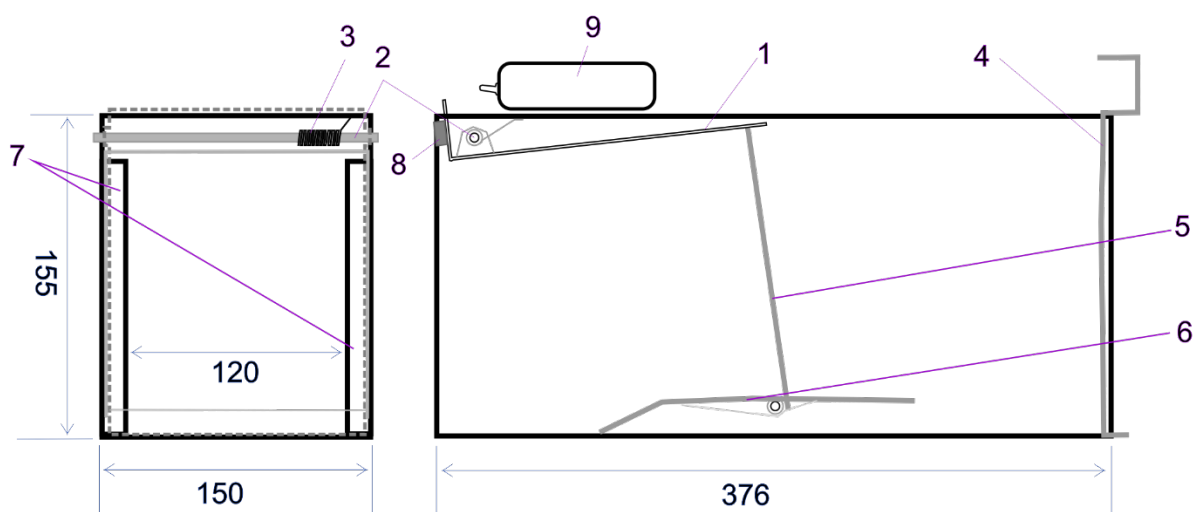

Рисунок 1
Живоловка крысиная (рисунок 1) представляет собой емкость в виде параллелепипеда. Передняя дверца (1) на оси (2) с пружиной (3), задняя дверца (4) с отверстиями для естественной вентиляции, вставная. Внутри ловушки установлен качающийся трап (6) с вертикальной дугой (5). При опускании трапа «к полу» передняя дверца, отведенная вовнутрь, служит рычагом насторожки. Механизм освобождения дверцы срабатывает под весом зверька при прохождении трапа. Дверца захлопывается и упирается в дверной ограничитель (7).